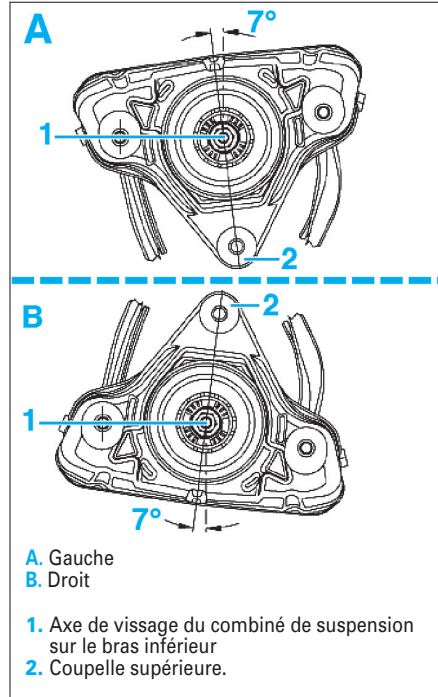

Fig. 14
• Aligner la coupelle supérieure (2) de suspension (vues dans le sens de la marche) (Fig.14).